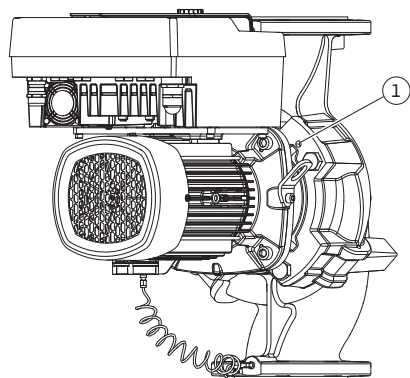

Fig. 11: Fjernelse af indstikssættet via gevindhuller (DN 100 ... DN 125)
5. Løsn indstikssættet (se Fig. 4) fra pumpehuset. Dette gøres ved at løsne alle skruer (DN 32 ... DN 80: Fig. I, pos. 29; DN 100 ... DN 125: Fig. II, pos. 29). Fjern indstikssættet fra pumpehuset. Ved DN 80 ... DN 125 skal du bruge de to gevindboringer (Fig. 11, pos. 1). For at løsne fastgørelsen kan du skruer skruer M10 med en dertil egnet længde ind i gevindhullerne.
5. Tryk indstikssættet (se Fig. 4) af pumpehuset. Brug de to gevindboringer (se Fig. 11). For at løsne fastgørelsen kan du skrue skruer M10 med en dertil egnet længde ind i gevindhullerne.
7. Løsn de to umistelige skruer på beskyttelsespladen (Fig. II, pos. 27), og fjern beskyttelsespladen.
8. Stik en gaffelnøgle med nøglevidde 27 mm ind i lanternevinduet, og hold akslen fast med nøglefladerne (Fig. II, pos. 16). Skru pumpehjulsmøtrikken ud (Fig. II, pos. 22). Fjern pumpehjulet (Fig. II, pos. 21) fra akslen ved hjælp af en aftrækker.
9. Løsn differenstryktransmitterens holdeplade (Fig. I, pos. 13) fra motorflangen ved at løsne skruen (Fig. II, pos. 10). Lad differenstryktransmitteren (Fig. I, pos. 8) med holdepladen (Fig. I, pos. 13) hænge i trykmålingsledningerne (Fig. I, pos. 7). Fjern i givet fald differenstryktransmitterens tilslutningskabel i elektronikmodulet.
10. Løsn skruerne (Fig. II, pos. 10 og pos. 10a).
11. Løsn lanternen fra motorcentreringen ved hjælp af toarmet aftrækker (universalfaftrækker), og træk den af akslen. Akseltætningen (Fig. I, pos. 25) følger med. Undgå at få lanternen til at sidde skævt.
12. Hvis akseltætningen er blevet beskadiget, skal akseltætningens kontraring (Fig. I, pos. 26) trykkes ud af dens placering i lanternen. Sæt en ny kontraring i lanternen.